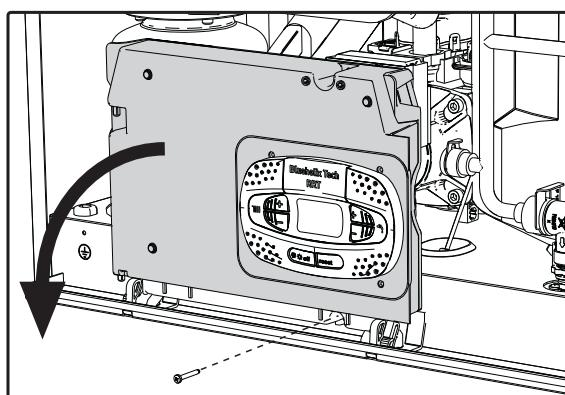
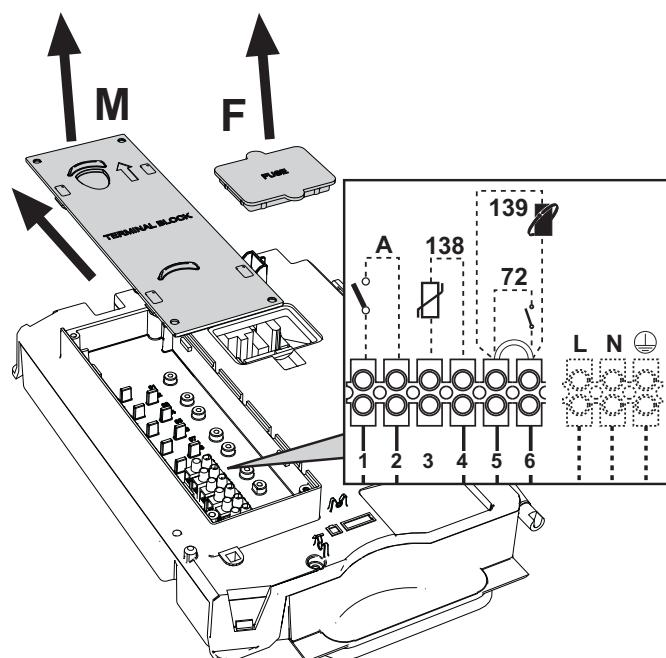

fig. 19
fig. 20
După ce ați scos panoul frontal ( \*\*\* 'Deschiderea carcasei frontale și a panoului camerei etanșe' on page 118 \*\*\* ) veți putea avea acces la panoul de borne (M) și la siguranța (F) urmând indicațiile descrise în continuare (fig. 19 și fig. 20). **Bornele indicate în fig. 20 trebuie să aibă contactele curate (nu 230 V).** Dispunerea bornelor pentru diferențele conexiuni este indicată și în diagrama electrică din fig. 42.
**Configurarea întrerupătorului ON/OFF (A fig. 20)****Tabel 3- Setările întrerupătorului A**